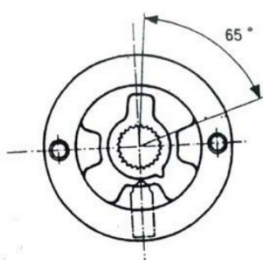

Рис. 9
Установите трещотку так чтобы она перемещалась на 65 гр. в храповом стопоре (10), отрегулируйте зазор между шарообразным винтом и храповым стопором (10), позволяя ему перемещаться и не выскакивать ( см. рис. 9)